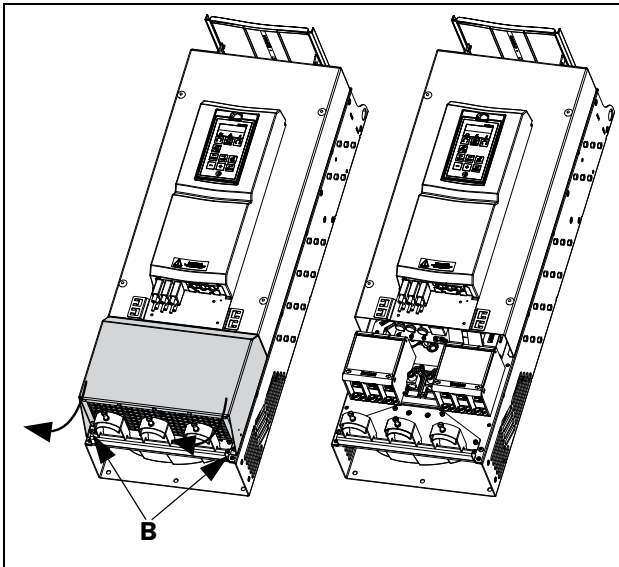

Abb. 36 Lösen Sie die beiden Schrauben, und entfernen Sie die untere Abdeckung (Prinzipzeichnung).
- Lösen Sie die beiden Schrauben B (siehe Abb. 36).